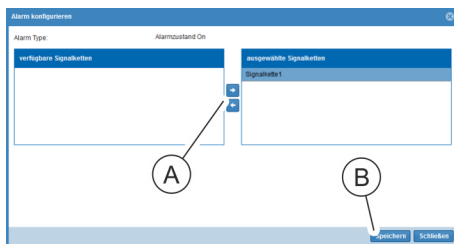

Abb. 138: Fenster "Alarm konfigurieren"
8. Im Fenster "Alarm konfigurieren" eine Signalkette auswählen und über die Schaltfläche „→“ (Abb. 138/A) ins Feld „ausgewählte Signalketten“ schieben. Auswahl über die Schaltfläche „Speichern“ (Abb. 138/B) bestätigen.